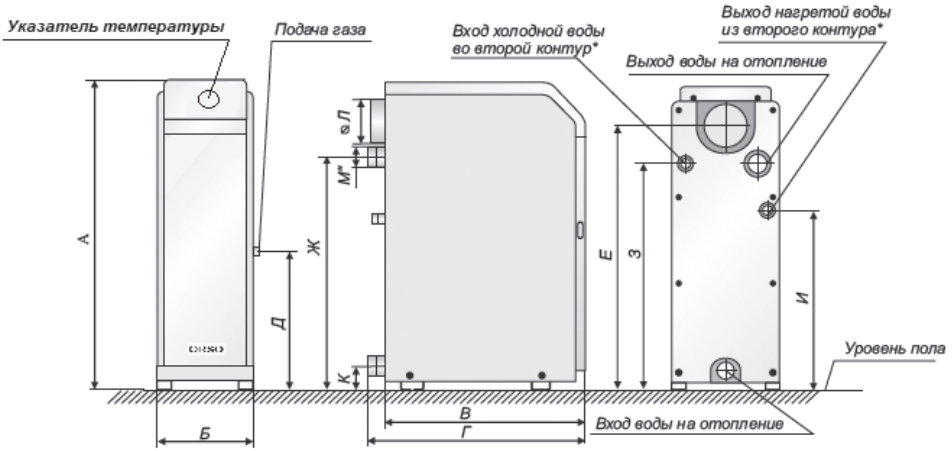
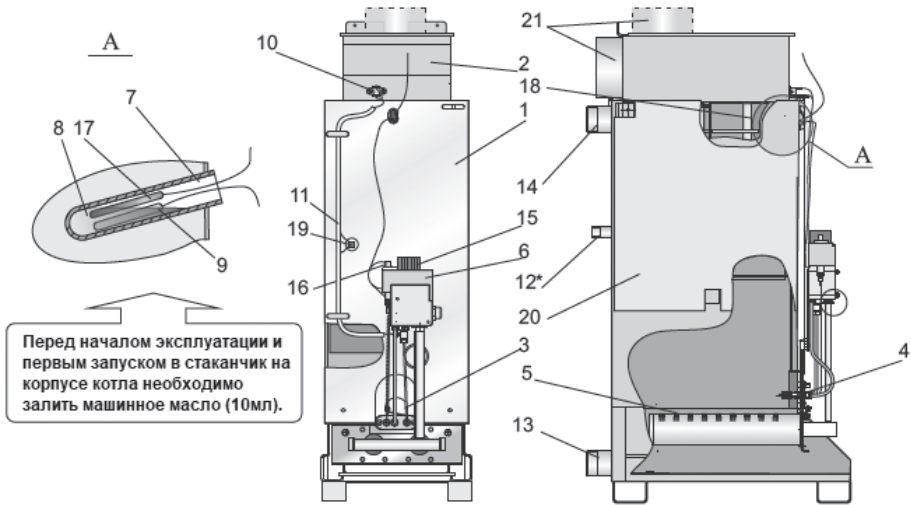
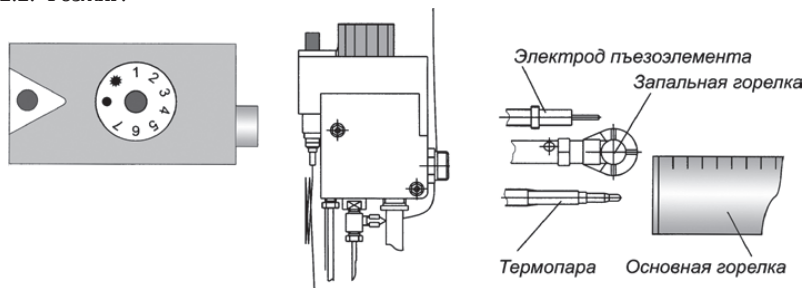

Рис. 1. Общий вид котла «МИКТЕРМ»
Рис. 2. Схема конструкции котла «МИКТЕРМ»
Рис. 7.
5.1. Котёл (рис.1) выполнен в виде напольного шкафа прямоугольной формы, лицевая сторона которого закрыта дверкой, обеспечивающей доступ для запуска котла и управления его работой.
Котёл состоит из следующих основных частей: корпуса котла (поз.1 рис.2), который состоит из топки и теплообменника. В теплообменнике котла установлены турбулизаторы (поз. 18) для наиболее полного отбора тепла при сжигании природного газа и передачи его теплоносителю; газохода (поз. 2); горелок: основной (поз.5) и запальной (поз.4); автоматики безопасности с газовым клапаном (поз.6); патрубков подвода (поз.13) и отвода теплоносителя (поз.14). В котлах с встроенным водонагревателем предусмотрены присоединительные патрубки (поз.12). На лицевой части корпуса котла расположено смотровое окно (поз.3) для контроля за розжигом и работой котла. В стаканчик (поз.7) установлен баллон указателя температуры (поз.17) и термобаллон (поз.9) газового клапана, служащий для управления его работой. Термостат (датчик тяги) (поз.10) служит для обеспечения его безопасной работы. Для наиболее полного отбора тепла снаружи корпус котла покрыт теплоизоляцией и декоративным стальным кожухом, покрытым порошковой эмалью. В верхней части кожуха котла установлен указатель температуры для контроля температуры воды в котле, (рис. 1).
- 6.8. При установке котла в систему отопления с открытым расширительным сосудом установка датчика перегрева (п.19, рис.2) не требуется, при условии, что отказ термостата управления не вызывает опасную ситуацию для пользователя или повреждение котла (ГОСТ Р 51733-2001).
Перед началом работы автоматики и запуском котла необходимо проверить наличие машинного масла в стакане корпуса котла(поз.7 рис.2)!!!
Изначальное положение круглой рукоятки управления рис.7 в позиции «выключено» ()
Рис. 7 а.
Поверните рукоятку управления против часовой стрелки в позицию розжига () рис.7а. Нажмите рукоятку управления до упора и не отпуская её, нажмите кнопку пьезорозжига (на запальной горелке должен появиться факел пламени). Не отпускайте рукоятку управления в течение 20-30 с. Отпустите рукоятку управления и проверьте наличие пламени на запальной горелке. Если нет пламени, повторите данную операцию, увеличивая время удерживая нажатой рукоятки управления.
Рис. 7 б.
Для включения основной газовой горелки плавно поверните рукоятку управления против часовой стрелки до положения 1...7 (рис.7 б). Максимальная температура теплоносителя соответствует цифре 7 на рукоятке управления. Температуру контролируйте по указателю температуры (рис.1), регулировку температуры теплоносителя (воды) осуществляет термостат газового клапана через термобаллон поз.9, рис.2, вставленный в стаканчик корпуса котла поз.7, рис.2.